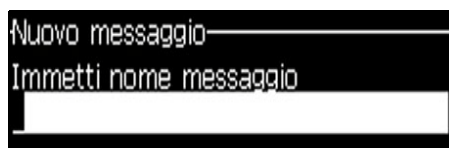

Figura 5-4: Finestra di dialogo New Message (nuovo messaggio)
- 2 Selezionare *New Message (Nuovo messaggio)*. A questo punto, appare la finestra di dialogo *Nuovo messaggio* (vedi Figura 5-4).